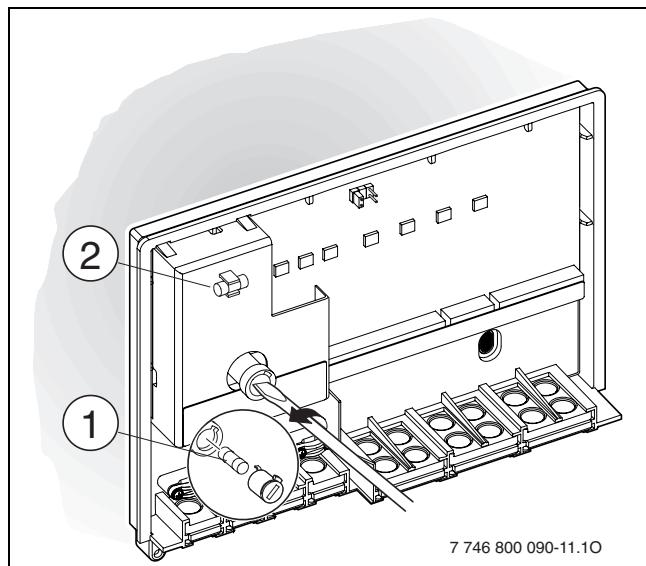

Fig. 10 Remplacement du fusible
- ▶ Remplacer le fusible (→ fig. 10, [1]) par un autre du même type (5 AF, céramique, rempli de sable). Un fusible de rechange [2] se trouve sur le couvercle du module ICM.